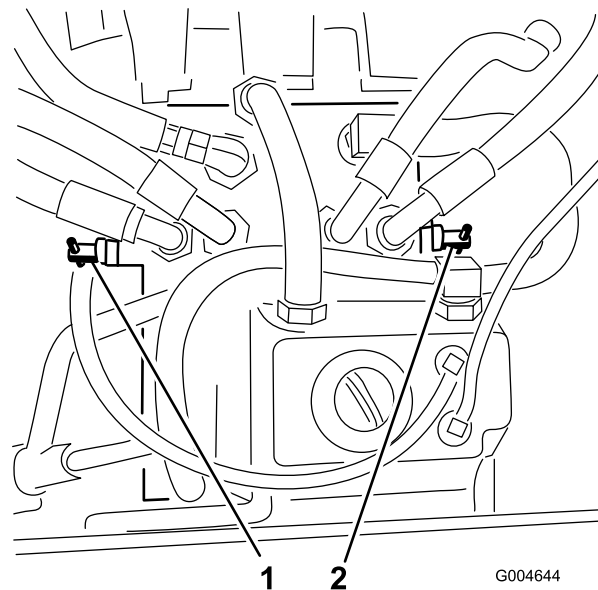

図 38
3. 各バイパス・バルブを左回りに1回転させる（図 38）。
各バイパス・バルブを右回りに1回転させ、手で普通に締めてください（締め付けトルクで約 $8 \text{ N}\cdot\text{m}$ ($0.8 \text{ kg}\cdot\text{m}$)）（図 38）。